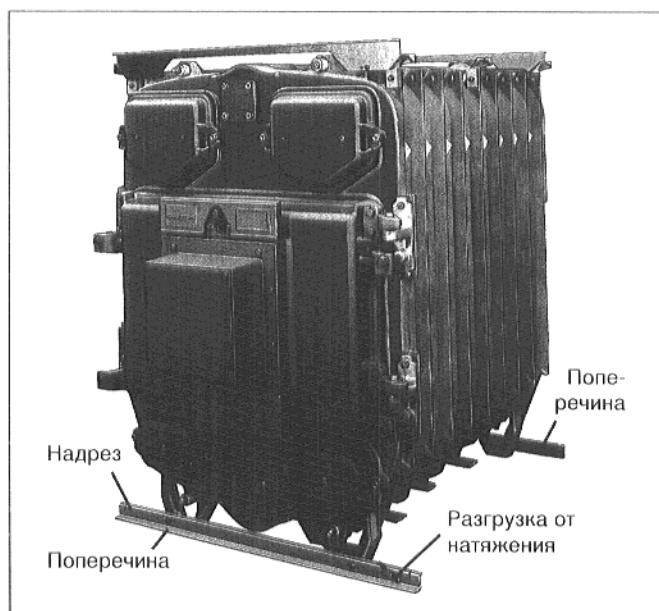

Рис. 36
- Привинтить поперечины к ножкам элементов, внизу спереди (с разгрузкой провода горелки от натяжения) и сзади винтами M 8 x 16. У передней поперечины длинная часть Z-образного профиля должна показывать вперед, а вырез в короткой части – вверх. Окантовка задней поперечины должна показывать назад (рис. 36).